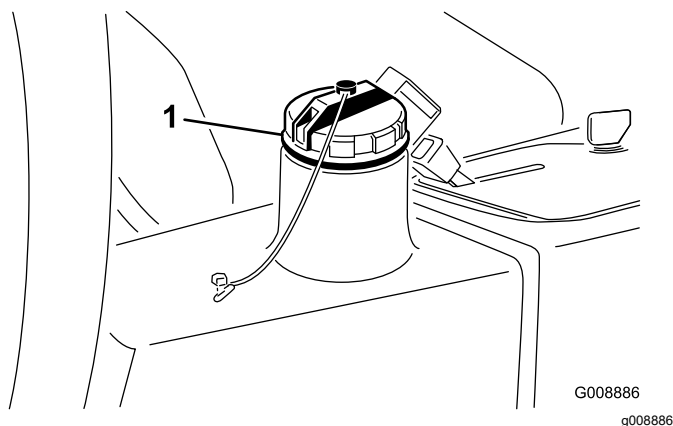

Figure 66
3. Remplissez le réservoir (Figure 66) d'environ 13,2 litres de liquide hydraulique ; voir Contrôle du système hydraulique.